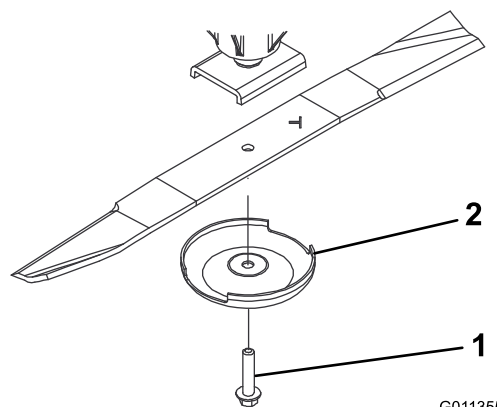

Рисунок 14
2. Возьмитесь за конец ножа рукой в перчатке на толстой подкладке или через слой ветоши. Снимите болт ножа, защитный колпак и нож с вала шпинделя (**Рисунок 14**).
3. Установите нож, с крылом обращенным в сторону режущей деки, вместе с крышкой предотвращения повреждения почвы и болтом ножа (**Рисунок 14**). Затяните болт ножа с моментом 115-149 Н·м.